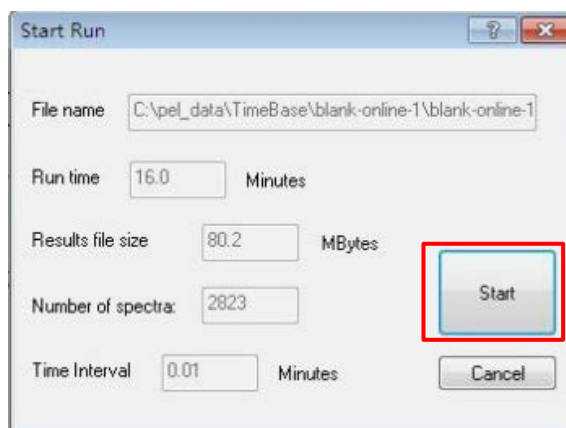

图 13
4.3.1 然后在弹出的对话框中，点击“Start”。图 13 所示。